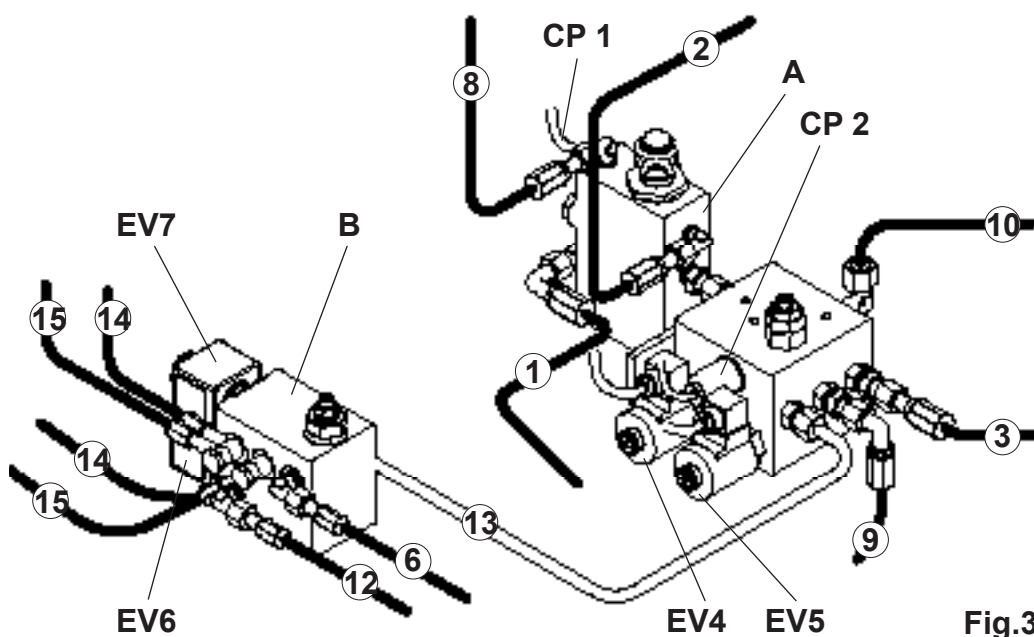

Fig.3
- Die Rohre des Trittbretts P1 (1-2-3) mithilfe der entsprechenden Anschlüsse am Ventilpack (A) anschließen.
- Die Abflussrohre (4 und 5) mit dem Rohr (7) am Steuergerät anschließen.
- Die Rohre (6) und (12) am Steuergerät anschließen.
- Den Tank (11) mit Öl ESSO NUTO H32 oder gleichwertigem Öl füllen.
- Verbinden Sie die elektrischen Kabel von der Steuereinheit mit den Magnetventilen EV4-EV5-EV6-EV7 und den Druckschaltern CP1-CP2 (Abb. 3)
- Verbinden Sie die elektrischen Kabel von der Steuereinheit mit den Magnetventilen EV4-EV5-EV6-EV7-EV8 und den Druckschaltern CP1-CP2 (Abb. 3)